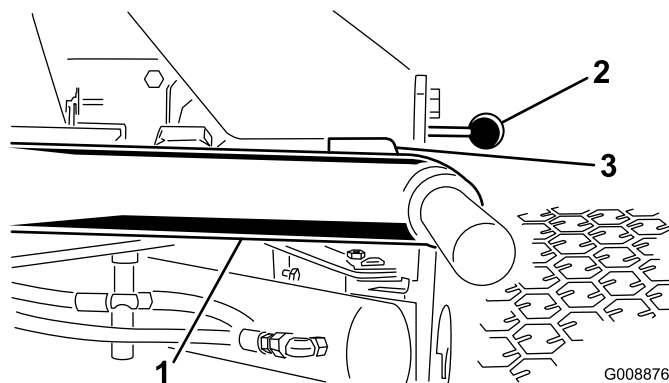

Рисунок 11
1. Запустите двигатель, поднимите режущие блоки и проверьте, чтобы зазор между каждым подъемным рычагом и кронштейном панели пола составлял от 5 до 8 мм (Рисунок 11).